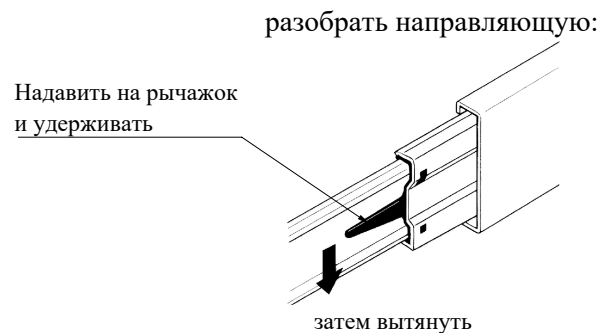
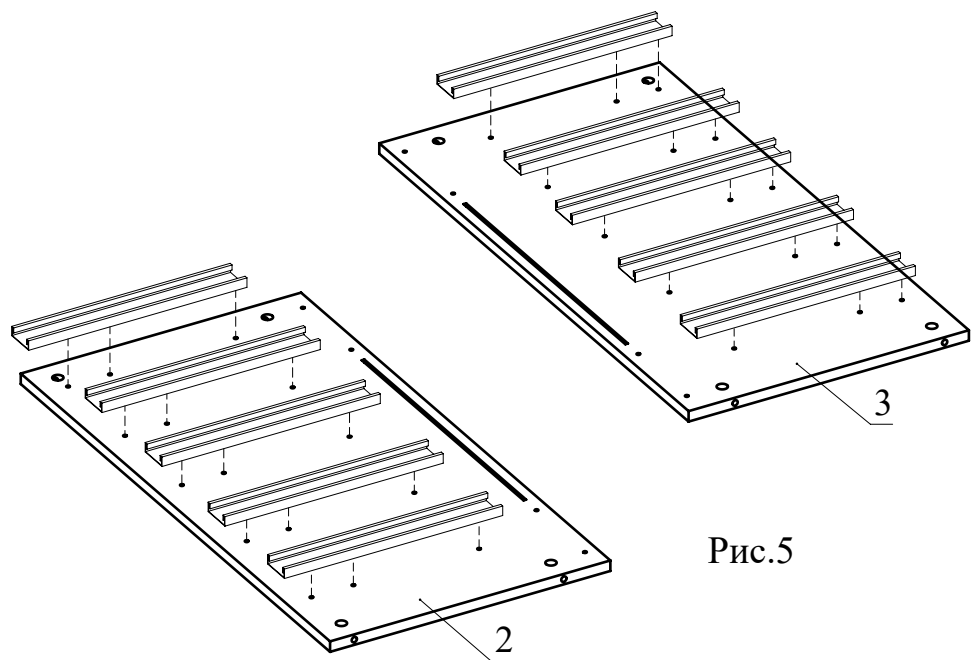

Рис.4
Рис.5
4. Отсоедините от основания телескопических направляющих внутренние планки, отогнув пластиковый рычажок фиксатора (Рис. 4). Основания телескопических направляющих закрепите на деталях 2, 3 винтами М5x8 (Рис. 5). **!!!** Приложите телескопическую часть отверстиями к отверстиям на боковине комода так, чтобы они были отцентрованы относительно друг друга. Вкрутите винты М5x8 с помощью шуруповерта, приложив немного усилий. **Внимание:** винт М5x8 должен заходить с натягом для максимально плотной фиксации телескопических направляющих.